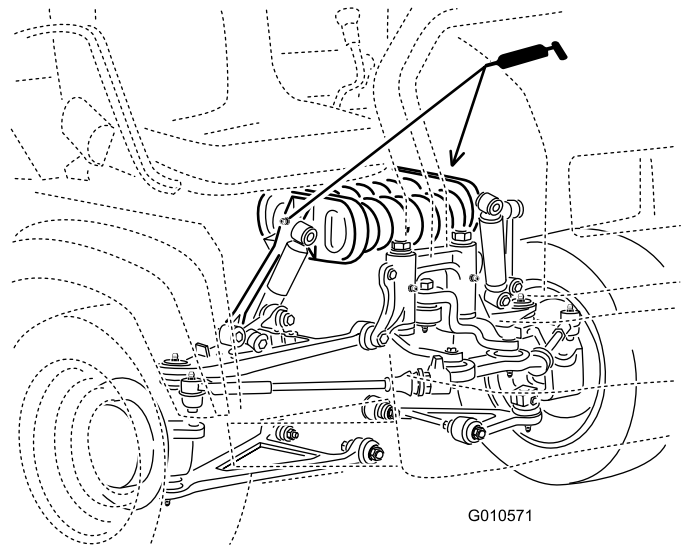

Figura 40
- Armazón del muelle (2) (Figura 40)